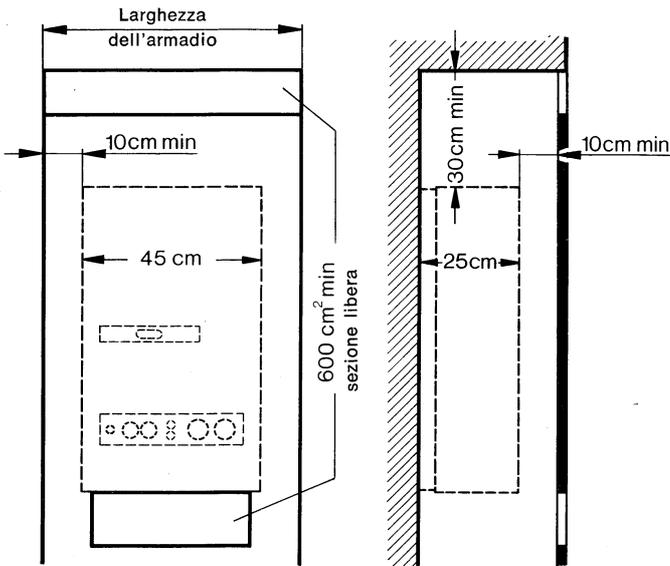

Fig. 4
Per le aperture di aerazione, distanza fra il mantello e l'armadietto e minima distanza dal soffitto, vedere la fig. 4.
**Le temperatura massima della superficie ad eccezione dello scarico gas deve essere inferiore a 85° C e quindi non sono necessarie particolari misure di sicurezza per quanto riguarda materiale da costruzione infiammabile salvo rivestimenti ad armadio (vedere fig. 4).**